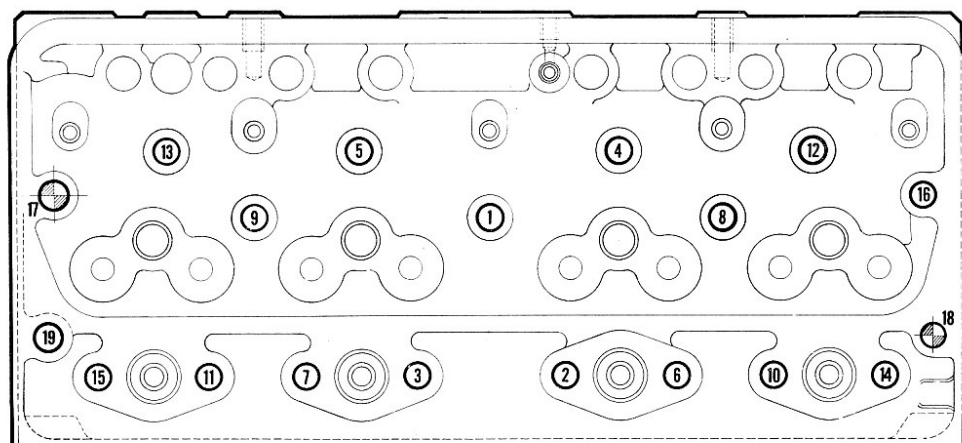

Fig. 1
- 12° Dévisser les écrous de culasse dans l'ordre inverse du serrage indiqué à la figure 1 ; les déposer ainsi que les rondelles.